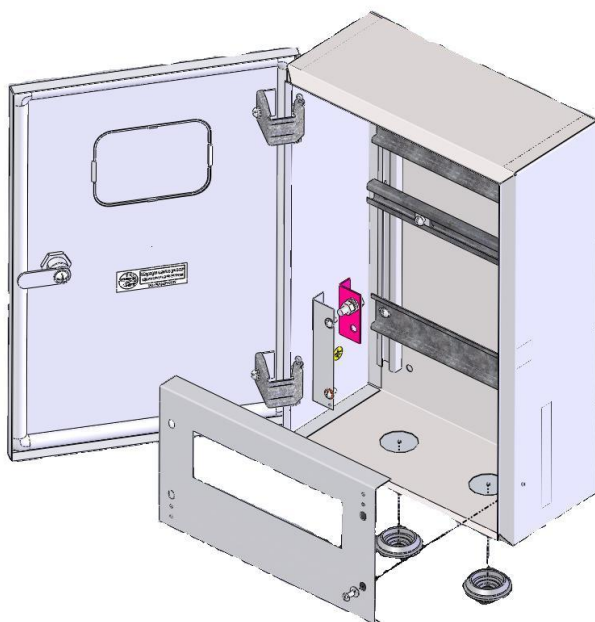

Рис. 2 Схема крепления фальш - панели.
2. Снять фальшь - панель, отвернув 4-е винта М4 с шайбами (см. рис. 2);